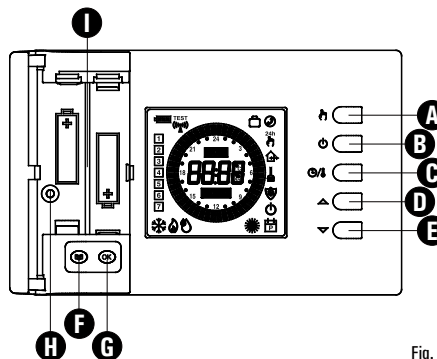

Fig. 7
- 6 Inserire le batterie nel vano batterie (I di Fig. 7); vedi paragrafo 'INSERIMENTO/SOSTITUZIONE BATTERIE'.